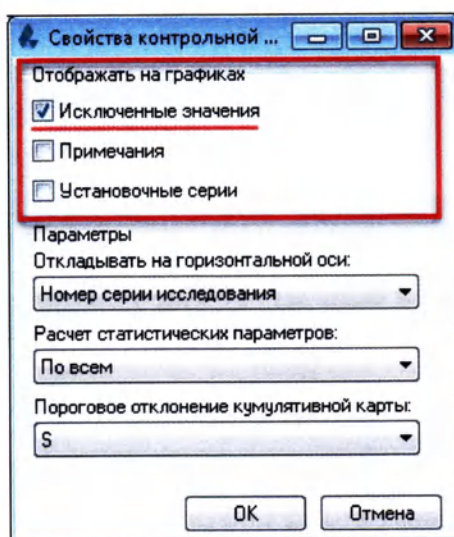

Рисунок 12.64
2. Чтобы на графиках отображались дополнительные параметры, например **«Исключенные значения»**, отметьте данное поле в открывшемся диалоговом окне (Рисунок 12.64):